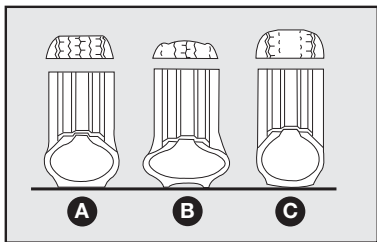

fig. 23
**Uma pressão errada provoca um desgaste anormal dos pneus fig. 23.**